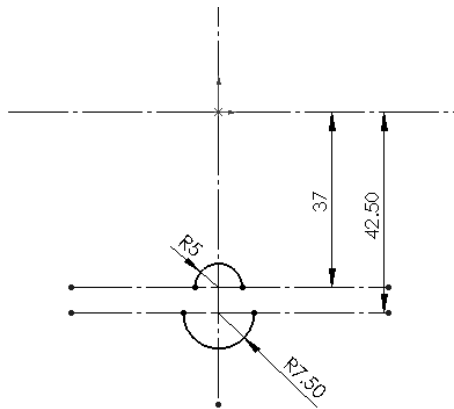
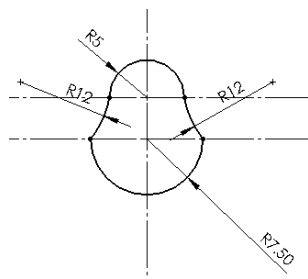

图 3-43 添加智能尺寸
图 3-44 圆轮草图
① 新建文件。启动 SolidWorks 2017，单击“快速访问”工具栏中的“新建”按钮，或选择菜单栏中的“文件”→“新建”命令，在弹出的“新建 SolidWorks 文件”对话框中，单击“零件”按钮，然后单击“确定”按钮，新建一个零件文件。
② 新建草图。选择“前视基准面”作为草图绘制平面，单击“草图”控制面板中的“草图绘制”按钮，进入草图绘制状态；单击“草图”控制面板中的“中心线”按钮，绘制4条中心线，其中，两条为通过坐标原点的水平和竖直中心线，第3、4条为水平中心线（位于过原点的水平中心线之下）。
③ 标注尺寸。单击“草图”控制面板中的“智能尺寸”按钮，标注第3条中心线到坐标原点的距离为37mm，标注第4条中心线到坐标原点的距离为42.5mm。
④ 绘制圆。单击“草图”控制面板中的“圆”按钮，分别以第3、4条中心线与竖直中心线的交点为圆心绘制圆。
⑤ 裁剪曲线。单击“草图”控制面板中的“剪裁实体”按钮，将两个圆裁剪为上、下两个半圆。
⑥ 添加智能尺寸。单击“草图”控制面板中的“智能尺寸”按钮，标注两个圆弧的半径分别为5mm和7.5mm，如图3-43所示。
⑦ 绘制圆弧。单击“草图”控制面板中的“3点圆弧”按钮，以两圆的两个端点为圆弧起点和终点，以任意点为圆心绘制两段圆弧。
⑧ 添加智能尺寸。单击“草图”控制面板中的“智能尺寸”按钮，标注所绘制圆弧的半径为12mm，得到的圆轮草图如图3-44所示。